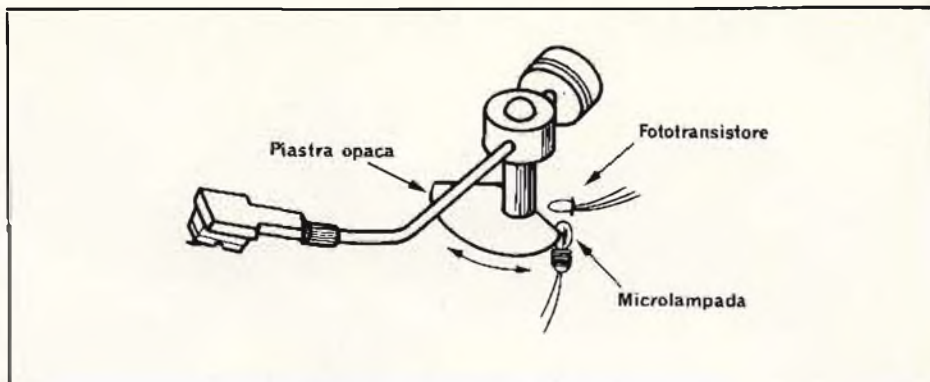

Fig. 4 - Dispositivo per l'automatismo del braccio di tipo elettronico.
- b) di tipo elettronico (V. fig. 4).
La fig. 4 esemplifica il più semplice dispositivo elettronico che si possa concepire. Una piastrina opaca alla luce e solidale col braccio di lettura si interrompe fra una lampada ed un fototransistore quando il braccio di lettura si trova sui solchi utili del disco, neutralizzando l'azione della luce. Quando invece ha raggiunto la posizione di fine disco, la piastrina si trova fuo-